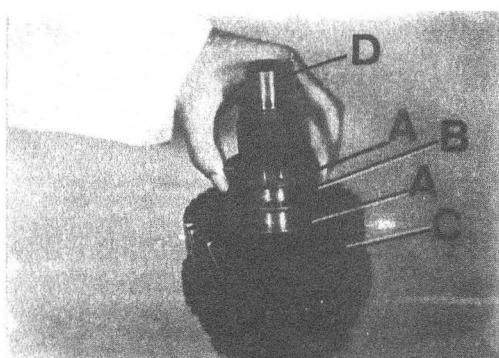

Fig. C1-132 Montaje conjunto eje principal
- 3.10. Posicionar una arandela de empuje, A (Fig. C1-132) con las ranuras de engranaje - hacia el engranaje de 2a velocidad, C, e instalar a continuación el rodamiento -- axial, B, y la otra arandela de empuje, A, con las ranuras de engrase hacia el extremo delantero del eje principal, D.